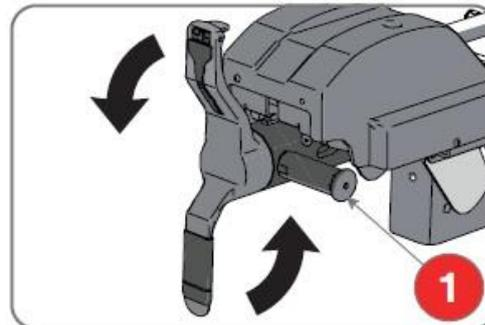

図6.35
- 4、ノブ (図6.35 - 1) を引いて、取り付けツールを手動で回転させ、支点に完全にかみ合っていることを
11、2番目のビードが取り付けられるまで、ペダル(図6.35 - 1)を踏んで回転を開始します。